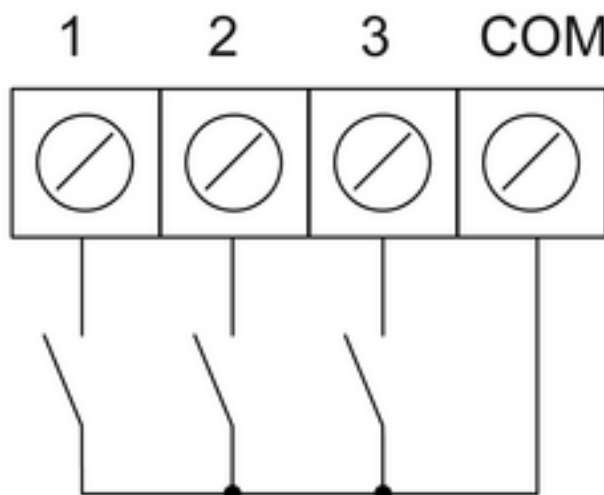

Figura 2: Conexión de las entradas binarias
- Conectar el cable de bus con borne de conexión a la conexión de bus (1).
- Dado el caso, conectar los contactos libres de potencial a la interfaz del pulsador (5) entre los bornes **COM** y **1...3**(figura 2).
- Montar el equipo (2) en la caja para mecanismos.
- Montar el marco (6), la placa central (7) y el botón de ajuste (8).